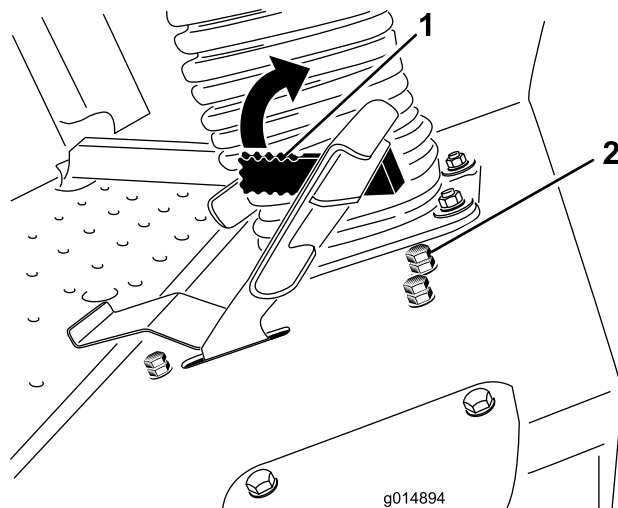

Figura 51
La palanca del limitador de velocidad (Figura 51) puede moverse hacia adelante para limitar la velocidad de tracción durante el uso.
3. Afloje la contratuerca del perno de tope del limitador de velocidad (Figura 51).